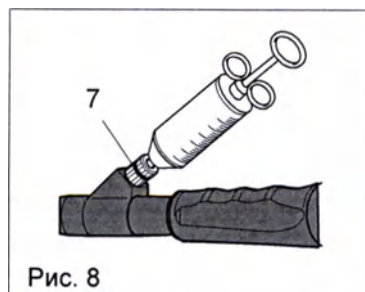

Рис. 8
- ◇ Промывку производите через биопсийный вентиль (7) с помощью шприца с конусной насадкой Люэра (Рис. 8).